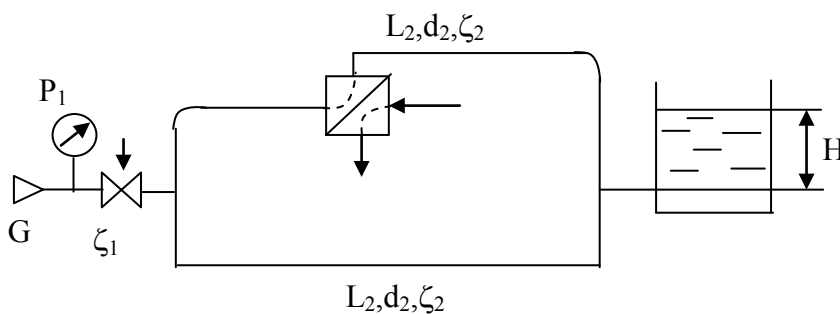

Рисунок 9.7
9.2.6 Рідина з мережі по чавунному водоводі з діаметром 50 мм, довжиною 200 м, з витратою G через вентиль ζ_1 і паралельно з'єднані теплообмінник і нагрівач надходить у бак (рис. 9.7). Визначити, який рівень H установиться в баці, якщо $P_1 = 3$ атм, характеристика теплообмінника описується виразом $H = N \cdot (G_3)^2$, де H , м; G_3 , кг/с.